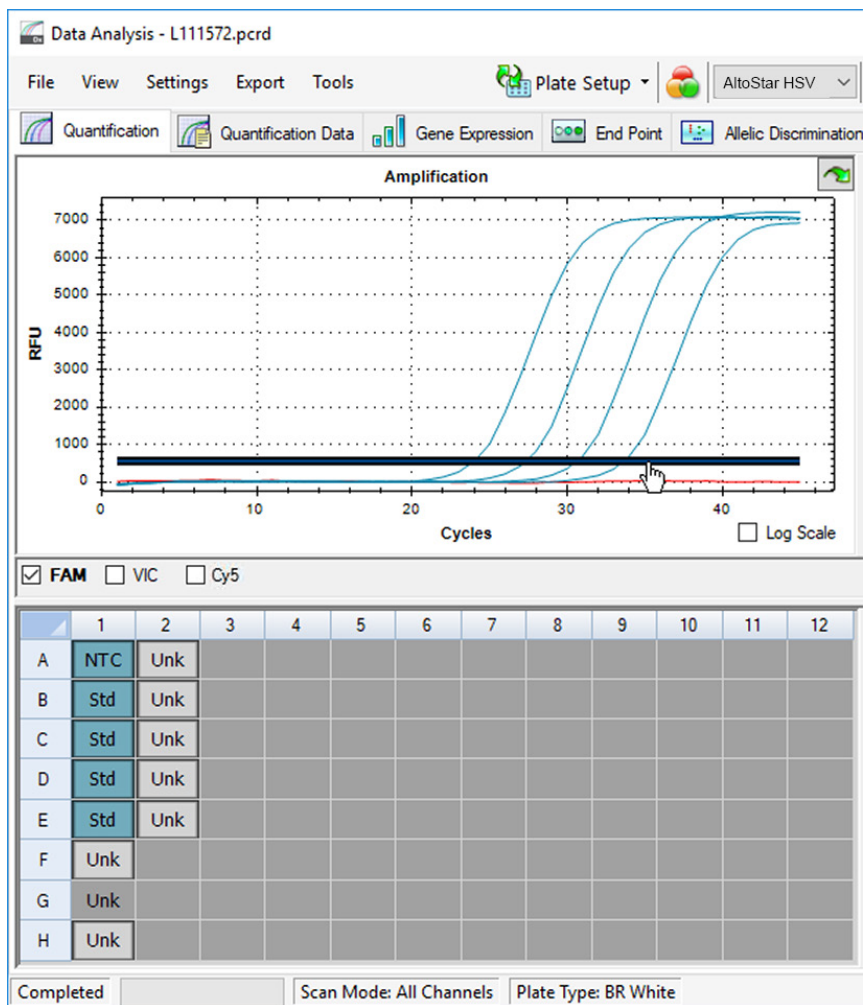

Abb. 10: Fenster Data Analysis (Datenanalyse): Festlegen des FAM™ Schwellenwerts
5. Entfernen Sie links im Fenster Data Analysis (Datenanalyse) das Häkchen aus dem Kontrollkästchen neben **VIC** und setzen Sie das Häkchen im Kontrollkästchen neben **FAM** für den Detektionskanal der HSV-1-Zielsequenz (siehe Abbildung 10).
- Wählen Sie nur die Wells mit der NTC und den QS in der Platten-Ansicht des Fensters Data Analysis (Datenanalyse) aus (siehe Abbildung 10).
- Ziehen Sie den Schwellenwert deutlich über das Signal der NTC hinaus in den exponentiellen Bereich der Signale der QS (siehe Abbildung 10).